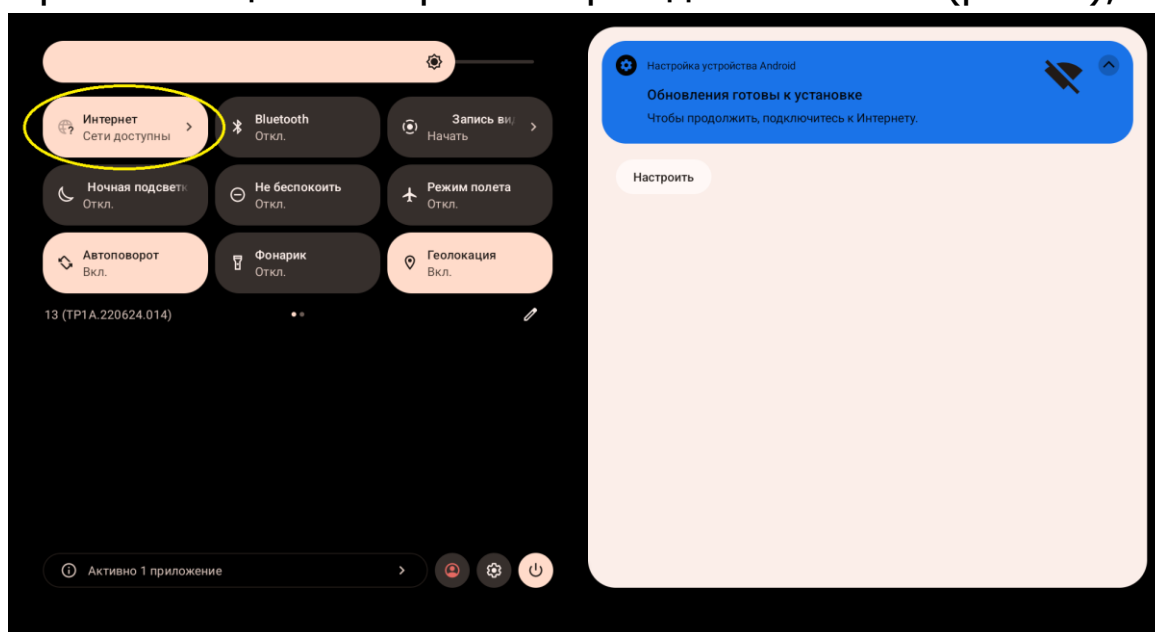

Рисунок 37 – Экран панели управления в ПлК Uefone Armor Pad 2
- вызвать панель управления (центр управления) сдвигом “шторки” пальцем от верхнего края дисплея вниз (рис.37);